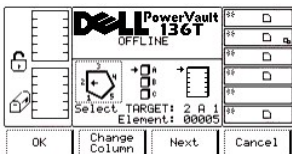

Figure 35. Command > Move > Dialogue Position Picker
Lorsque Position Picker est sélectionné, le dialogue Position Picker s'affiche. Reportez-vous à la Figure 35. Cette option amène le sélecteur devant un élément précis.
- 1 Si la touche de fonction **Next** est enfoncée, le paramètre de la source active passe de slot à column, comme le montre le dialogue Position Picker. Reportez-vous à la Figure 35.